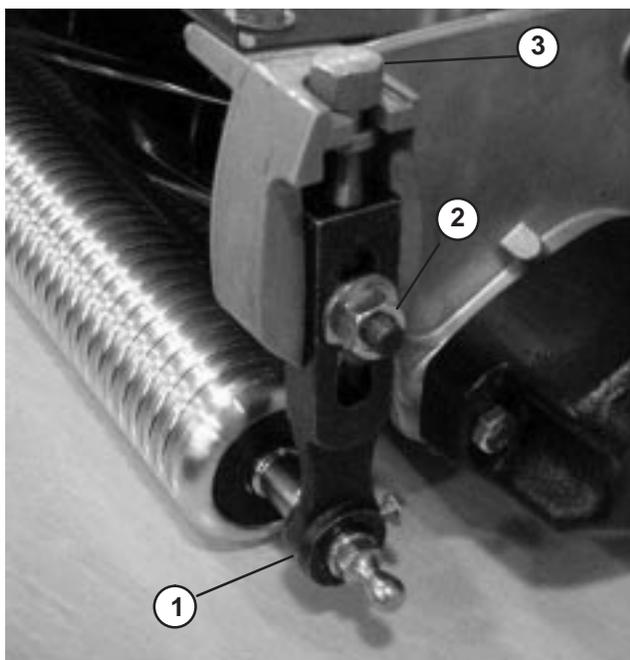

Figure 13
1. Desserrez les contre-écrous qui fixent les bras de hauteur de coupe aux plaques latérales du plateau de coupe (Fig. 13).